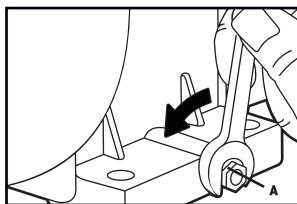

Рис. 5
- С помощью ключа, открутите болт сливного отверстия (A. Рис. 5), расположенный на двигателе под крышкой масляного щупа. Дайте маслу стечь.